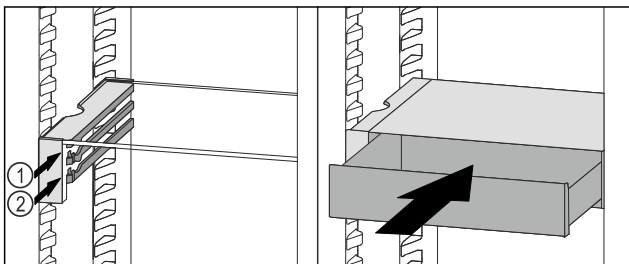

Fig. 186
- Placer le tiroir VarioSafe derrière les butées sur la nervure désirée Fig. 186 (1) ou Fig. 186 (2).